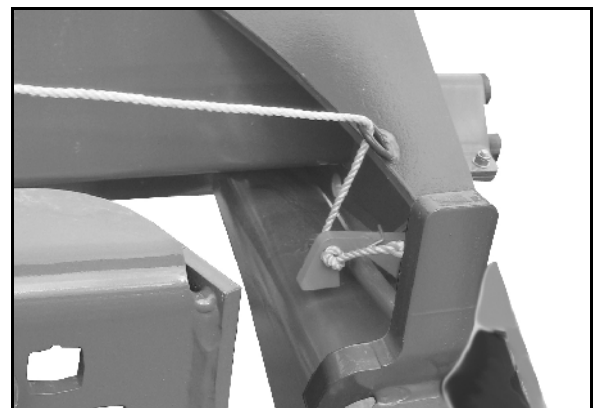

Fig. 28
- **Fig. 28** - linke Maschinenseite